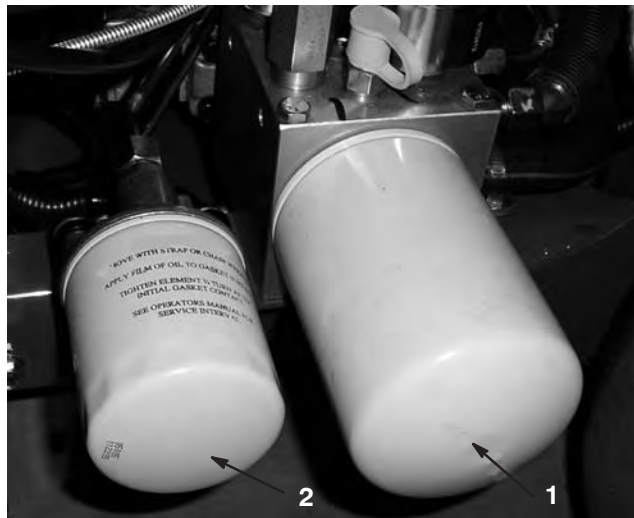

Figure 51
2. Placez un bac de vidange sous les filtres, retirez les filtres usagés et essuyez la surface du joint de l'adaptateur (Fig. 51).